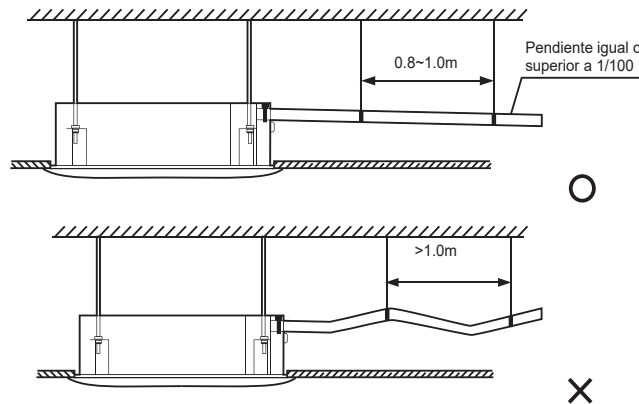

Figura 34
4. Con el fin de evitar el flujo de agua hacia el interior del aire acondicionado cuando la operación se detenga, la tubería de descarga de agua debe inclinarse hacia abajo y hacia el exterior (lado de drenaje) en una pendiente de más de 1/100. Asegúrese de que la tubería de descarga de agua no se hinche ni almacene agua; de lo contrario, causará ruidos extraños. Vea la Figura 34.
5. Cuando conecte la tubería de descarga de agua, no utilice la fuerza para tirar de las tuberías para evitar que las conexiones de las tuberías de succión de agua se aflojen. Al mismo tiempo, establezca un punto de soporte cada 0,8~1 m para evitar que las tuberías de descarga de agua se doblen. Vea la Figura 34.